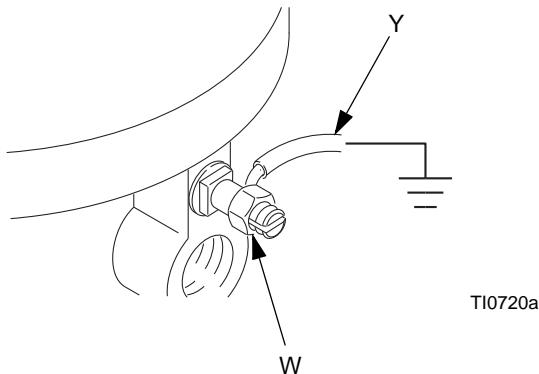

FIG. 1. Filo di terra
Pompa: usare un filo di terra e un morsetto (Y). Vedere FIG. 1. Allentare il controdado di messa a terra (W) e la rondella. Inserire un'estremità del filo di terra nella fessura del morsetto e serrare fermamente il controdado. Collegare il morsetto di terra a una terra efficace. Ordinare il codice 237569, filo di messa a terra e pinza.